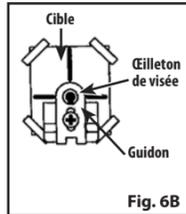

Fig. 6B
5. Si un dioptre est utilisé, le pistolet à air comprimé sera en position correcte de visée lorsque la lame du guidon est située exactement au centre du dioptre de la hausse (Fig. 6B).